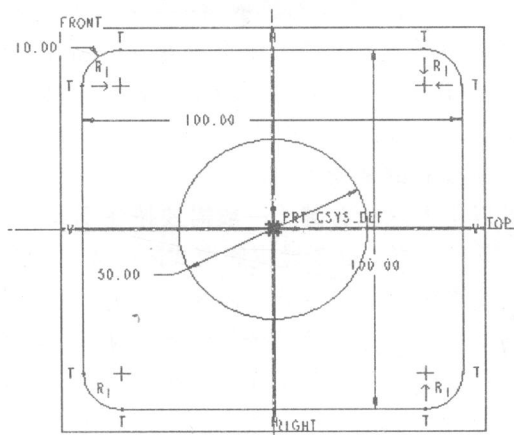
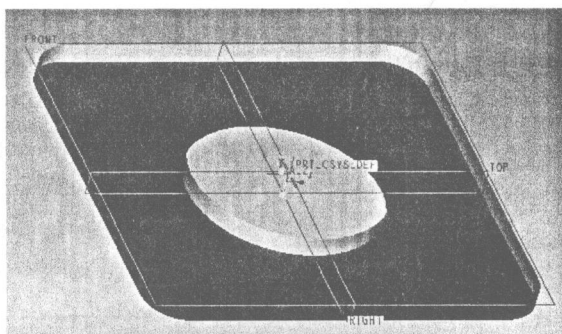

图 1-10 草绘示例
图 1-11 一个简单零件
例 1 我们绘制一个简单的草图例子，如图 1-10 所示，该草图用于拉伸如图 1-11 所示的厚度为 10 的零件。
(10) 点击“草绘”(Sketch)→“圆”(Circle)→“圆心和点”(Center and Point)或点击右工具条按钮，箭头提示该按钮有子工具条，先点取两条中心线交点作为圆心，再拖动鼠标至适当位置，确定圆直径，绘制整圆。注意：拖动鼠标的时候，如果出现红色的 R_1 提示，则继续增大圆直径，避免整圆半径与 4 个圆角的半径相等。
(11) 点击右工具条上按钮，再选择整圆的直径尺寸(当前显示为灰色，是弱尺寸)，系统弹出修改尺寸对话框，将尺寸数字修改为 50，再单击按钮。
(12) 现在完成了如图 1-10 所示的草图，接下来，点击“草绘”(Sketch)→“完成”(Done)，或者直接点击右工具条上按钮，退出草绘功能，返回到拉伸功能。
(13) 将拉伸功能面板上的拉伸高度缺省数值 216.51 直接修改为 10，再点击按钮，再点击视图工具条(下拉菜单下面)上的按钮，在弹出的对话框中